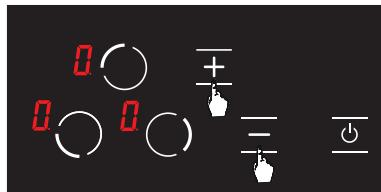

Afbeelding 14
4. Na de instelling van de automatische opwarming kunt u het gewenste bereidingsniveau instellen met de + en de - knoppen. (zie Afb. 14) Het R pictogram en het geselecteerde bereidingsniveau verschijnen alternerend op het scherm.